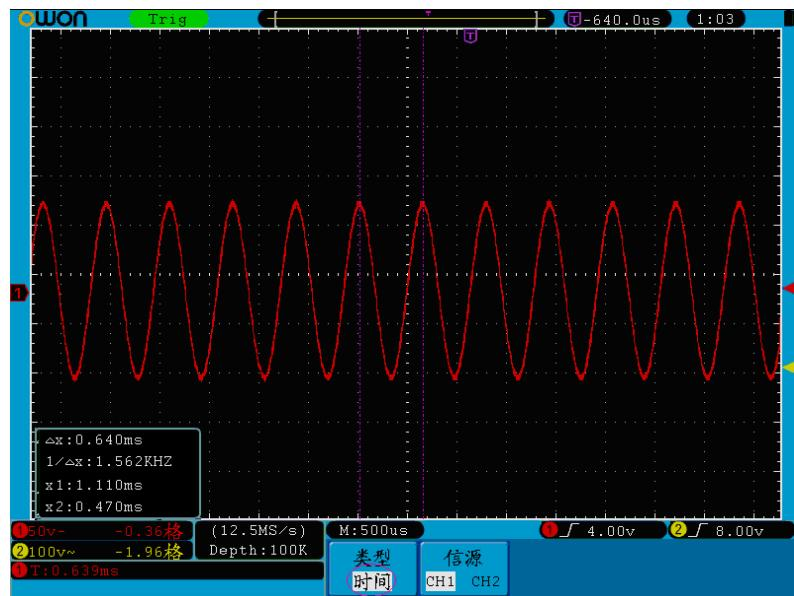

图5-59：时间光标测量波形
4. 根据被测波形，分别转动两个通道的 **垂直位置** 旋钮调整光标1、光标2的位置，位于波形左下方的光标增量窗口显示两光标的时间绝对差及频率和两光标当前的时间。见图5-59：